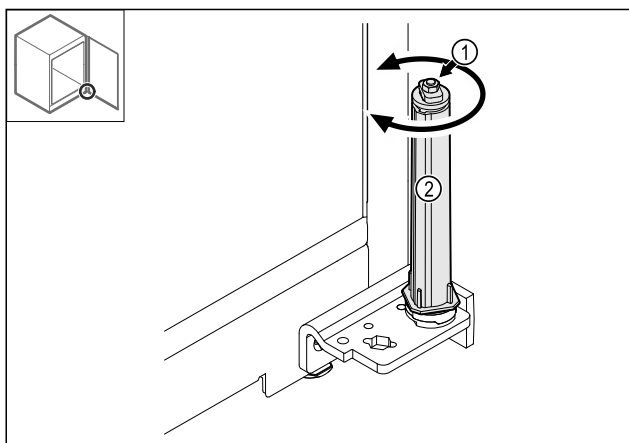

Fig. 36
► 切勿毁坏关门系统的螺旋接合点 Fig. 36 (1)。
► 转动关门系统 Fig. 36 (2)，直至听到咔嚓声。